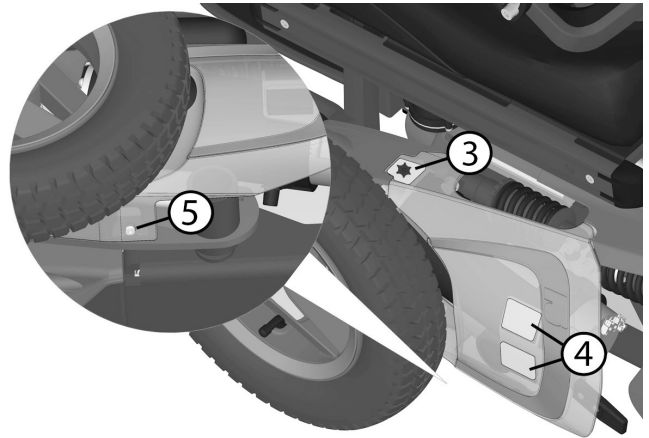

Abbildung 12. Die Abdeckung des Antriebmotors ist oben mit einem Drehknopf (3) und Klettband an der Seite sowie einem Befestigungspunkt (5) unten angebracht.
Die Abdeckung des Antriebmotors ist mit einem Drehknopf (3) und Klettband an der Seite sowie einem Befestigungspunkt (5) an der Unterseite angebracht. Siehe Abbildung. 12.
1. Drehknopf (3) abmontieren. Siehe Abbildung. 12.
Die Abdeckung des Antriebsmotors ist oben mit einem Drehknopf (3) und Klettband an der Seite sowie einem Befestigungspunkt (5) unten angebracht. Siehe Abbildung. 12.